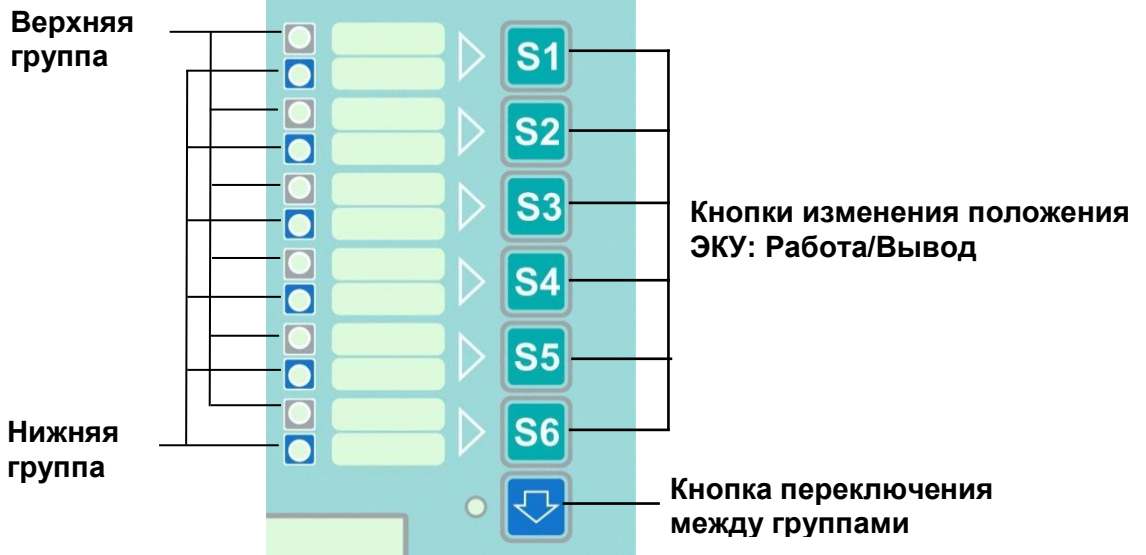

Рисунок 2 – ЭКУ
2.4.2.3.1 На лицевой панели терминала с горизонтальным расположением дисплея (см. рисунки 64 а), 65) могут располагаться ЭКУ (см. рисунок 2). Наличие и количество (6 или 12 шт.) ЭКУ определяется проектом. ЭКУ является аналогом оперативного ключа управления на двери шкафа РЗА. ЭКУ предназначен для оперативного изменения режимов работы функций РЗА терминала.
2.4.2.3.2 ЭКУ состоит из двух групп: верхняя и нижняя (см. рисунок 2). ЭКУ каждой группы может находиться в двух положениях: «Работа»/«Вывод». Светодиоды отображают текущее положение: в положении ЭКУ «Работа» светодиод горит, в положении «Вывод» не горит. В случае отсутствия кнопок ЭКУ в проекте, светодиоды с ЭКУ имеют назначения, приведенные в функциональной схеме терминала.